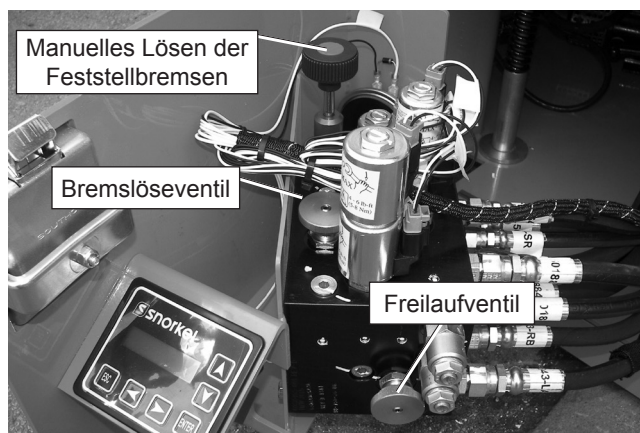

Abbildung 6 – Hydraulikfach
1. Entriegeln und öffnen Sie das Steuerventilfach auf der rechten Seite der Maschine. Bremslöseventil und Bremslösepumpe sind oben am Hydraulikverteiler angebracht. Das Freilaufventil befindet sich an der Seite des Ventils (siehe Abbildung 6).